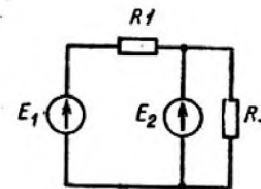

Рис. 4
5. Для электрической цепи, представленной на рис. 4, определить значения сопротивлений R_1 и R_3 , ток через резистор R_3 , внутреннее сопротивление второго источника и составить баланс мощностей, если внутреннее сопротивление первого источника 1 Ом, токи $I_1 = 2$ А, $I_2 = 1$ А, ЭДС источников $E_1 = 18$ В, $E_2 = 10$ В, мощность на первом резисторе $P_1 = 12,5$ Вт.